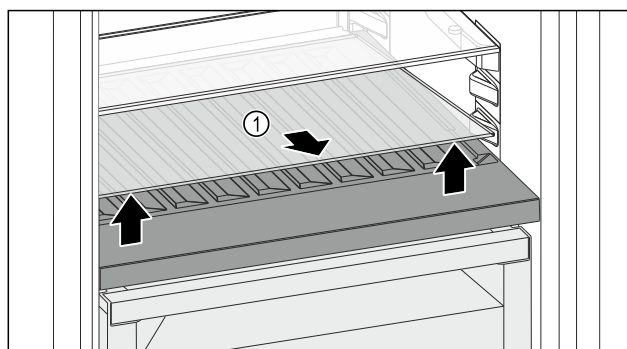

Fig. 118
- ▶ Emelje meg elől, a mélyedésnél az üveglapot Fig. 118 (1), és vegye ki.
- ▶ Biztonságosan tárolja az üveglapot Fig. 118 (1) a készüléken kívül.